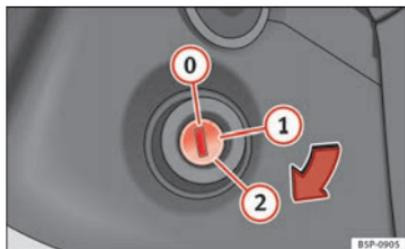

Fig. 135 Positions de la clé de contact.
Dans cette position ⇒ fig. 135 l'allumage et le moteur sont déconnectés, ce qui peut bloquer la direction.
- Amenez la clé de contact en position ⇒ fig. 135 ①. Le témoin  s'allumera en cas de préchauffage du moteur.
- Lorsque le témoin s'éteint, tournez la clé en position ② pour lancer le moteur sans appuyer sur l'accélérateur.
- Amenez la clé de contact en position ⇒ fig. 135 ①.